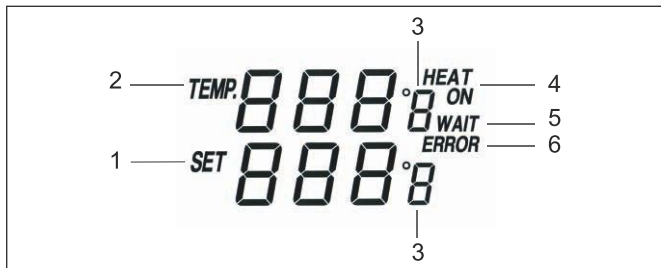

Fig.35: LCD-display
*Als er geen soldeerbout is aangesloten of de soldeerbout defect is, klinkt er een waarschuwingstoon wanneer het soldeerstation wordt ingeschakeld en op het display verschijnt „ERROR“ - fout - knipperend. Zie ook afb. 35.*
1. Schakel het soldeerstation in met de AAN/UIT-schakelaar (2).
2. Druk op de °C/°F-knop (9) om de temperatuureenheid van °C naar °F of omgekeerd in te stellen. De geselecteerde eenheid wordt op het display weergegeven.
3. Gebruik de toetsen „200 °C“, „300 °C“ en „400 °C“ (10) en de toetsen „UP“ en „DOWN“ om de gewenste soldeertemperatuur in te stellen.
*Bijv. 300 °C: na het indrukken van de toets „300 °C“ verschijnt in het display de gekozen temperatuur „SET 300 °C“. De bovenste waarde rechts naast „Temp“ stijgt naar 300 °C. „HEAT ON“ (verwarming actief) en „WAIT“ (wachten) verschijnt rechts op het display. Zie afb. 35. Dit verdwijnt wanneer de temperatuur 300 °C bereikt en het opwarmen is voltooid. De melding „WAIT“ verschijnt op het display, wanneer de temperatuur van de soldeerbout met meer dan 10 °C/50 °F stijgt of daalt en het soldeerstation de temperatuur weer op de ingestelde waarde brengt. Temperatuurschommelingen van 10 °C/50 °F rondom de ingestelde temperatuur zijn normaal.*